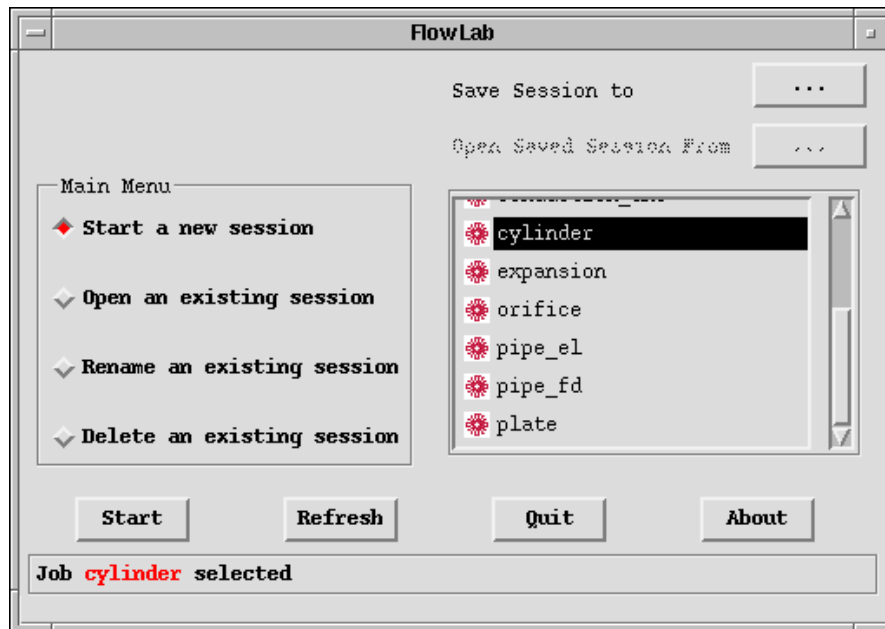

Figure 4.3.1: FlowLab Launcher
2. In the FlowLab launcher (Figure 4.3.1), select **Start a new session**.